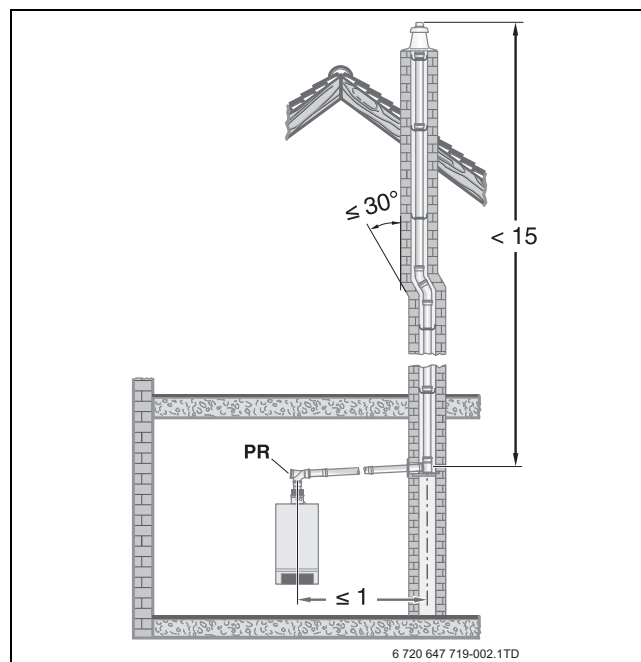

Рис. 4 Пример расположения смотрового люка на горизонтальной трубе без поворотов (размеры в м)
Согласно DIN 18160-1 и DIN 18160-5, системы отвода дымовых газов, работающих с забором воздуха для горения из помещения, должны быть такими, чтобы их проверка и чистка происходили быстро и безопасно. Для этого нужно предусмотреть смотровые люки (→ рис. 4 и 5).
- на торцевой стороне горизонтального участка дымохода на расстоянии не более 1 м от поворота к вертикальной дымовой трубе, если на этом отрезке нет поворотов (→ рис. 4) или
- нижний смотровой люк выполнен по DIN 18160-1 и 18160-5. (→ рис. 4 и 5).
Пояснения к рис. 4 и 5: